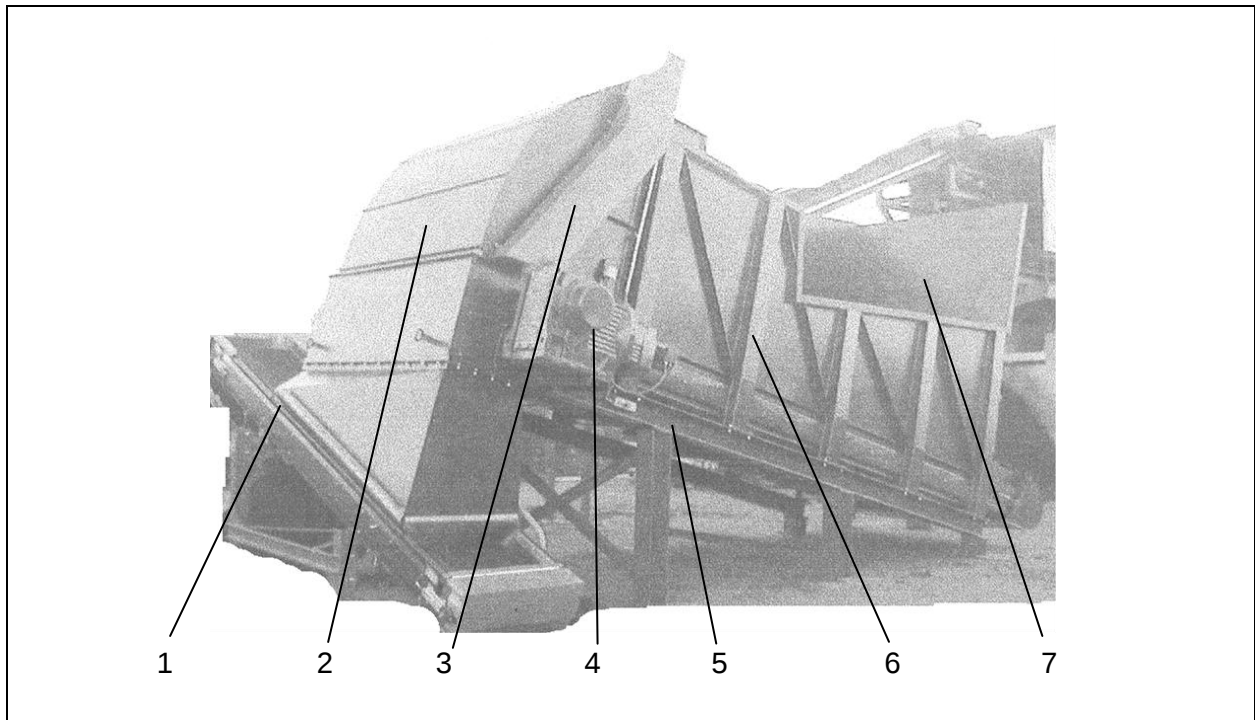

Fig. 6-1 Vue d'ensemble
- Le récepteur doseur autoportant est constitué des composants principaux qui sont représentés sur la fig. 6-1.